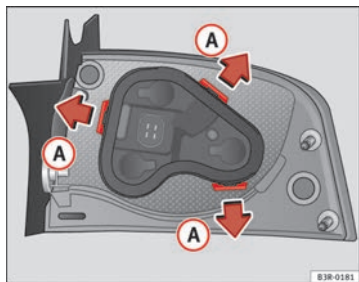

Abb. 208 Befestigungslaschen Rückseite Heckleuchte
- Entriegeln Sie die Befestigungslaschen ⇒ Abb. 208 (A).